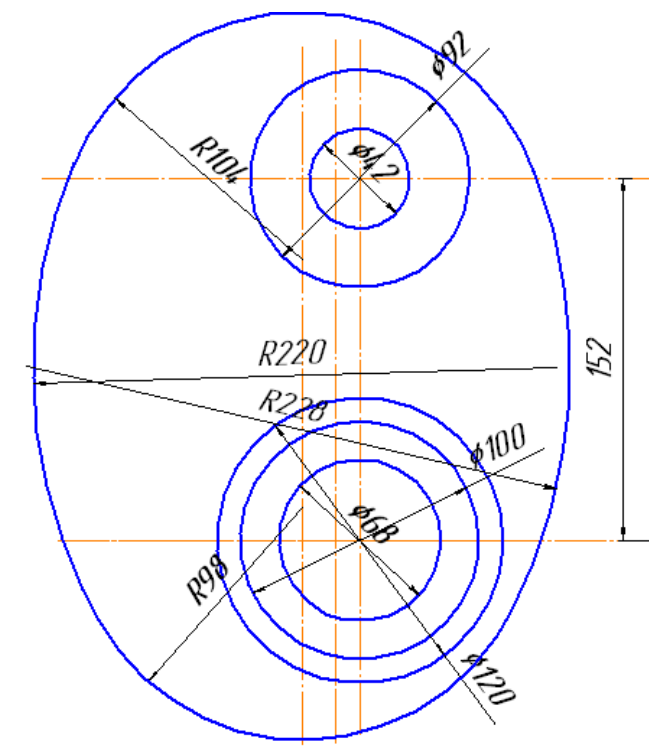

Рис. 5
5. Удалить ненужные части окружностей. Использовать команду  **Усечь кривую** панели **Редактирования** (рис.5).